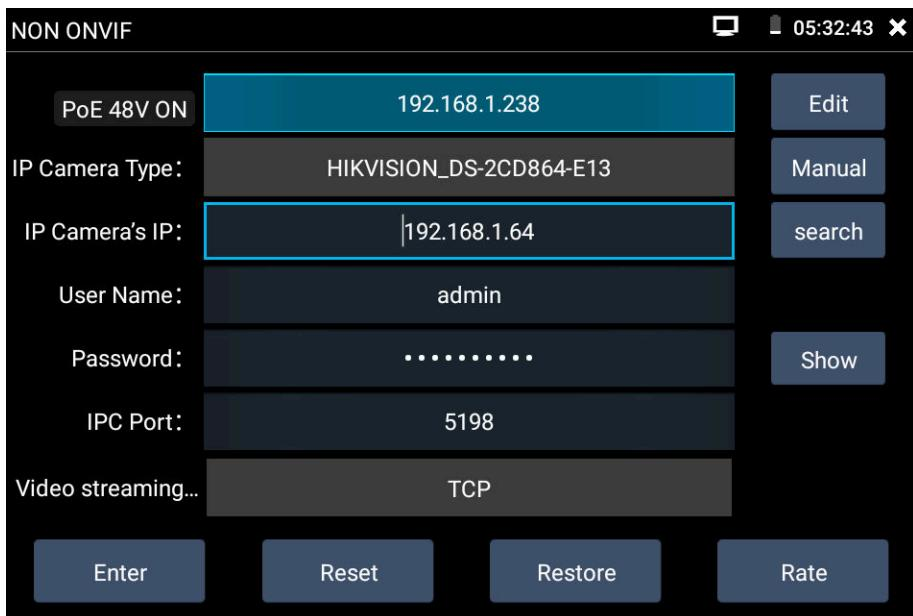

Рис. 15 Окно настроек приложения NON-ONVIF
3. Нажмите кнопку Non ONVIE. В появившемся окне (рис. 15) проверьте, чтобы у Local IP подсеть совпадала с IP-camera IP. Если подсеть не совпадает, то еще раз проверьте